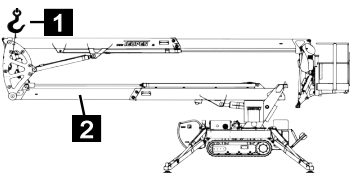

Fig. 181
5. Sécuriser le vérin du bras inférieur avec une grue (élément glissant) (Fig.181/1) et le sortir en mode d'entretien (↪ Chapitre 7.16 „Mode d'entretien”, page 128).